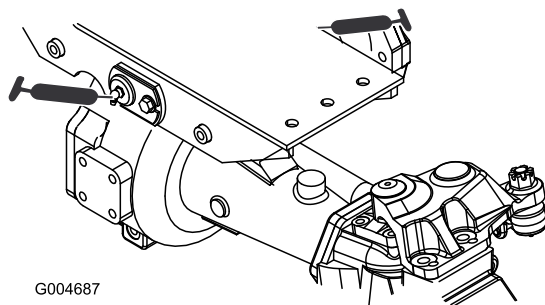

Figura 78
- Dois casquilhos da articulação do eixo traseiro e frontal (Figura 78)